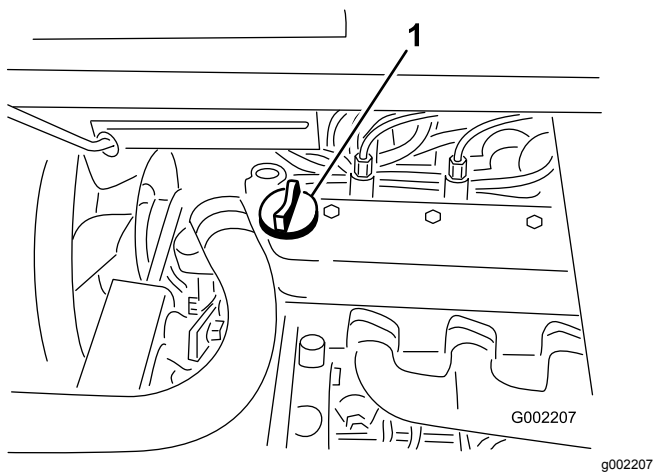

图19
3. 如果机油油位较低、请从气门室盖 (图19) 上拆下加油颈盖、从开口处注入机油、直至油位达到量油尺上的“已满”标记请参阅 维护机油 \(页码 31\)、了解适合的机油类型和粘度。